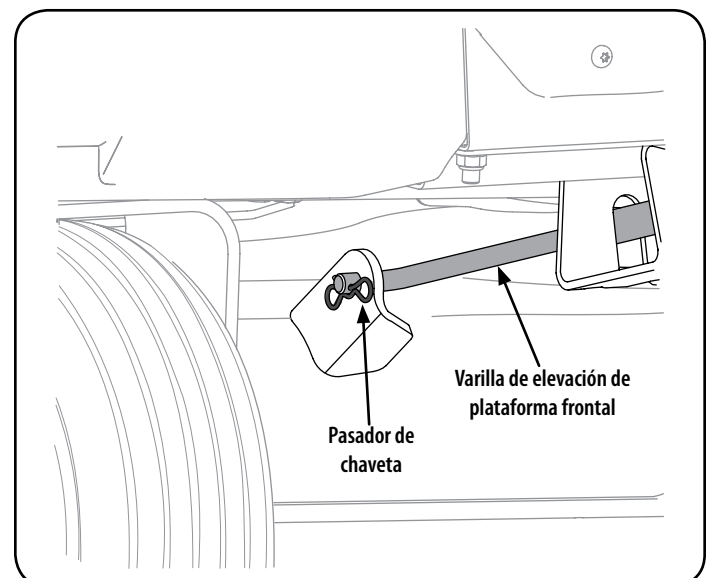

Figura 27
6. Tire del pasador de chaveta hacia afuera de la varilla de elevación delantera de la plataforma que la sujeta a la plataforma. Vea la Figura 27. Saque la varilla de elevación de la plataforma de la ménsula de suspensión frontal.
- Vuelva a instalar la varilla de elevación delantera de la plataforma y sujétela en su lugar con el pasador de chaveta. Consulte la Figura 27.